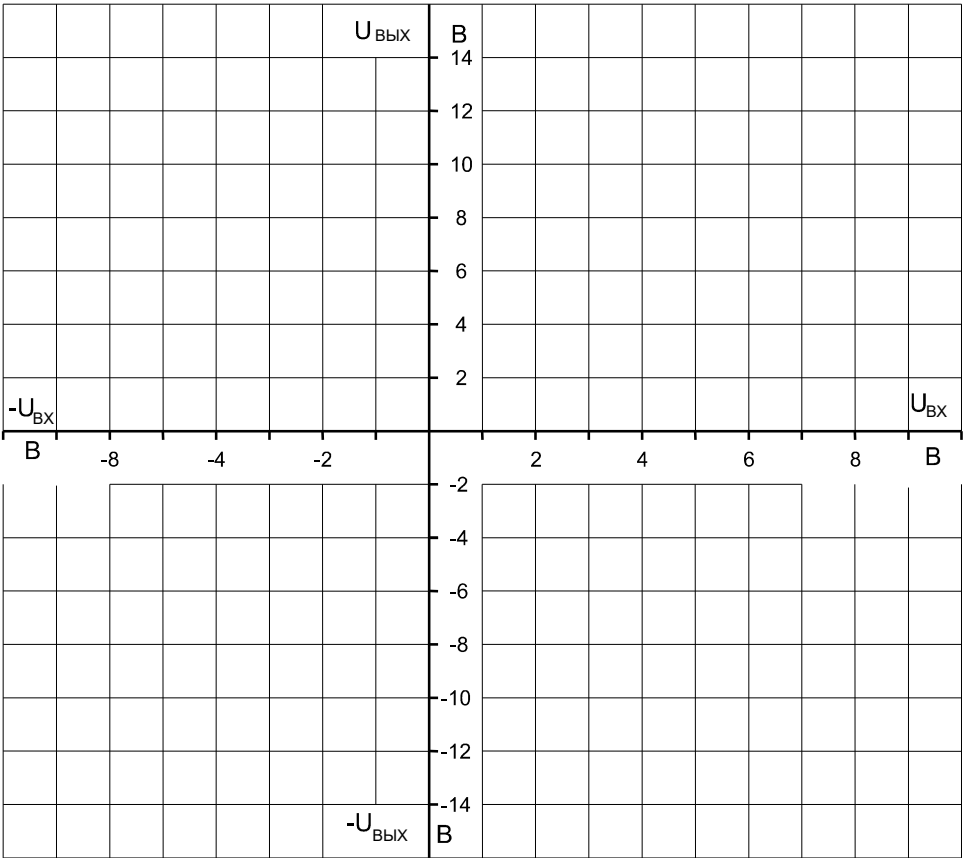

Рис. 7.26
- На графике (рис. 7.26) постройте зависимости выходного